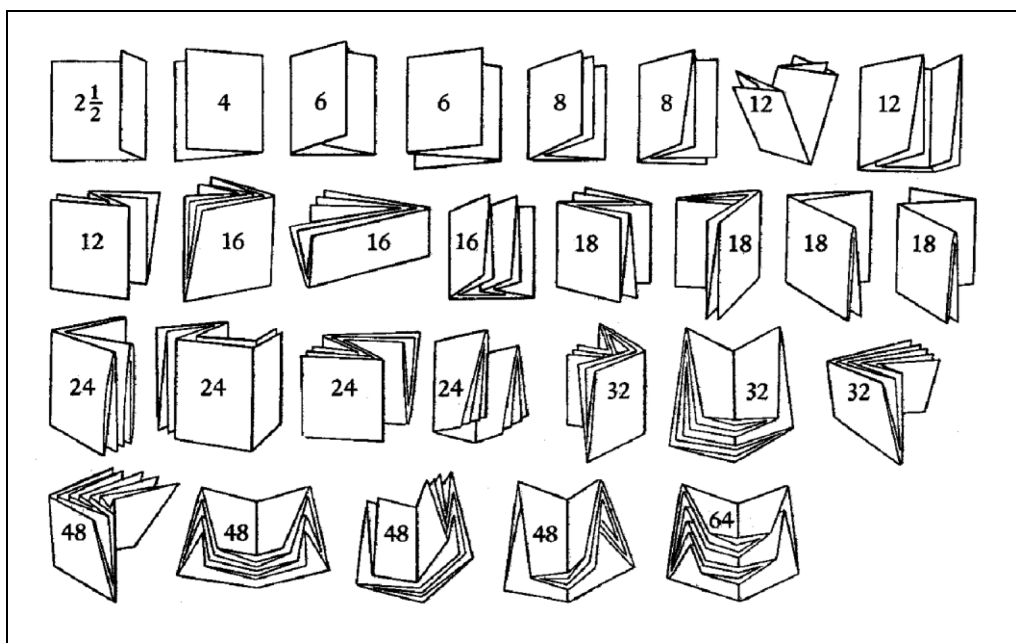

Abb. 5.2-15: Falzvarianten
- Falzbrüche definieren: Seiten, Brüche, Falzart, Bogenteil (siehe Abb. 5.2-15).